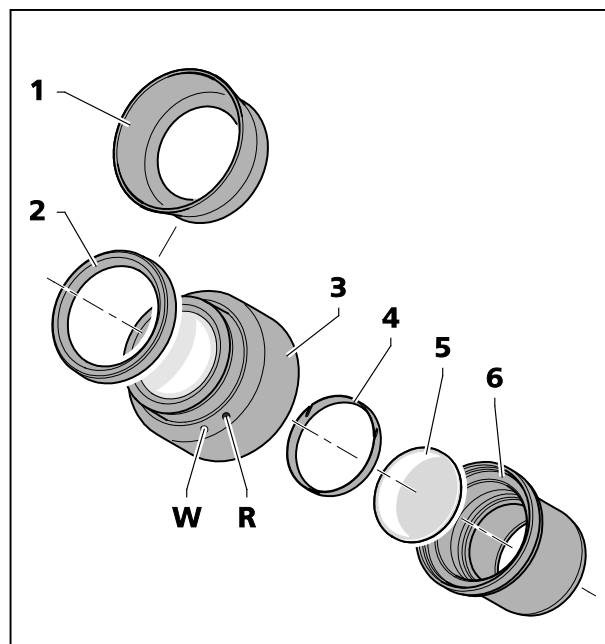

图 16 插入目镜板
目镜配备有橡胶材质的镜片保护环，以防止划坏镜片。也可以用可翻转眼杯 (图 16/1) 代替。
- 将镜片保护环 (图 16/2) 从目镜上取下，装上眼杯 (图 16/1)。
- 将光圈件 (图 16/6) 从目镜 (图 16/3) 上取下来。
- 取下固定环 (图 16/4)。
- 装上目镜板 (图 16/5)。
由额外的玻璃光程造成的轻微图像位移，在屈光度计上的初始位置不是由白点 (图 16/W) 而是由红点 (图 16/R) 表示。